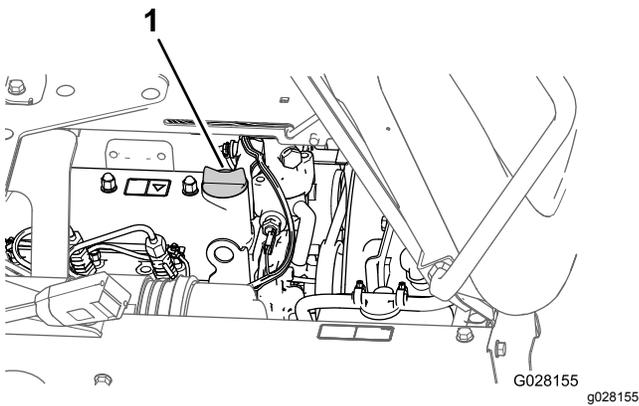

Figura 70
3. Se il livello dell'olio è basso, togliete il tappo di rifornimento dal coperchio della valvola (Figura 70) e versate dell'olio nel collo del bocchettone fino a portarne il livello al segno di pieno (Full) sull'asta.